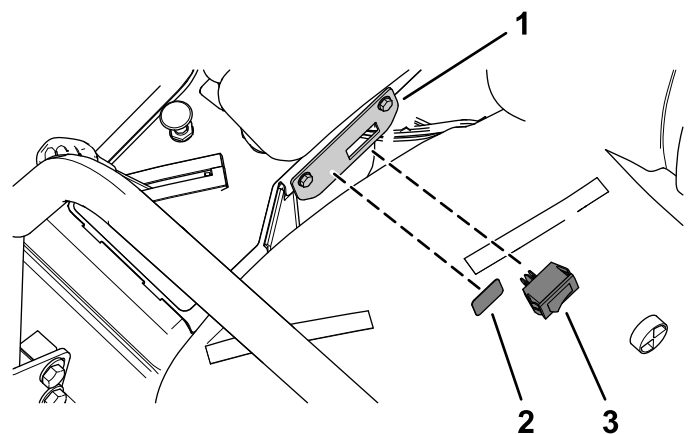

Bild 8
2. Setzen Sie den Kippschalter in die Lichtschalterhalterung ein (Bild 8).
3. Bringen Sie den Lichtschalteraufkleber an der Lichtschalterhalterung an (Bild 8).